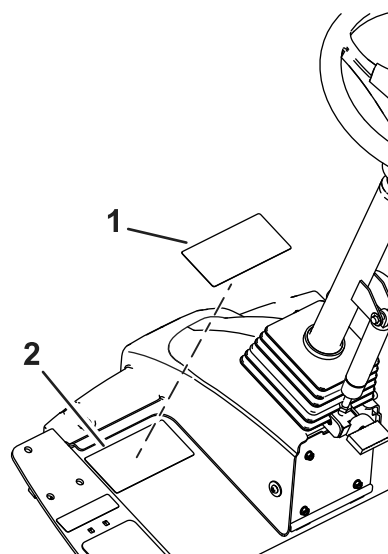

Figura 8
1. Utilizzate alcol etilico e un panno pulito per ripulire la superficie dell'adesivo di avvertenza e lasciate asciugare l'adesivo (Figura 8).